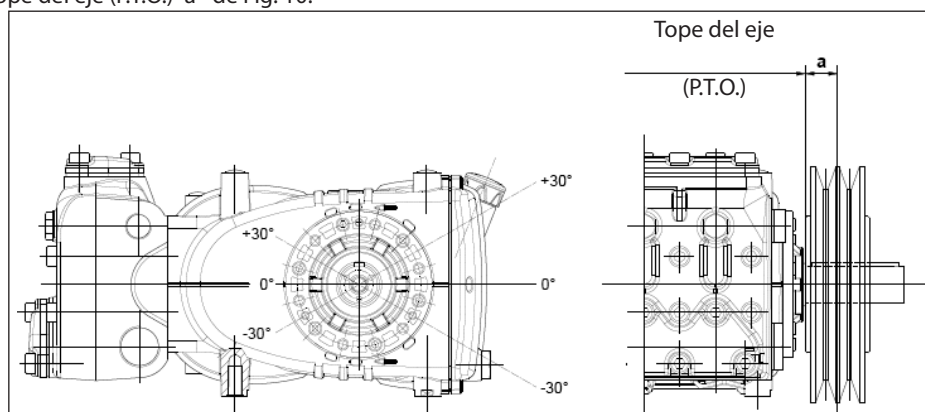

Fig. 10
La carga radial sobre el eje no debe ser superior a 3000 N (valor necesario para definir el Layout). La transmisión es considerada adecuada si tal carga es aplicada a una distancia máxima $a = 30$ mm del tope del eje (P.T.O) como se indica en la Fig. 10.
- b) Utilizar correas de alto rendimiento – por ejemplo **XPB** en lugar de **SPB** – ya que resultará necesario una cantidad inferior de correas en paridad de potencia transmitida y una consecuente distancia inferior de la resultante con respecto al tope del eje (P.T.O.) “a” de Fig. 10.